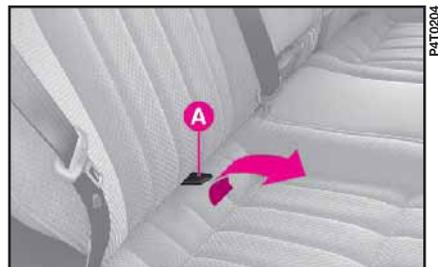

fig. 30
1) Tirare in avanti la maniglia A (fig. 30) posta al centro di ogni cuscino e ribaltarla in avanti nel senso della freccia.